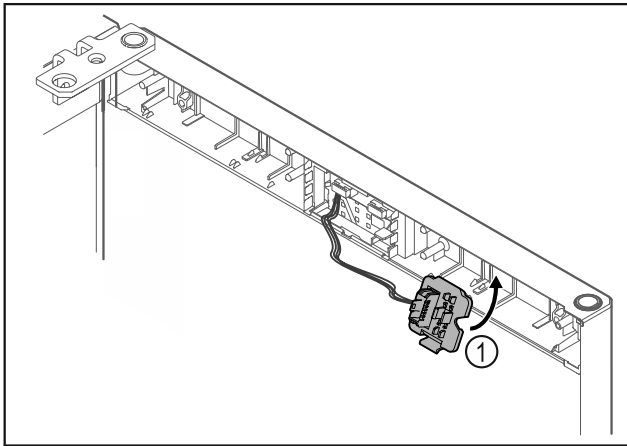

Fig. 19
- Zaklapněte držák zástrčky Fig. 19 (1) na protější straně.